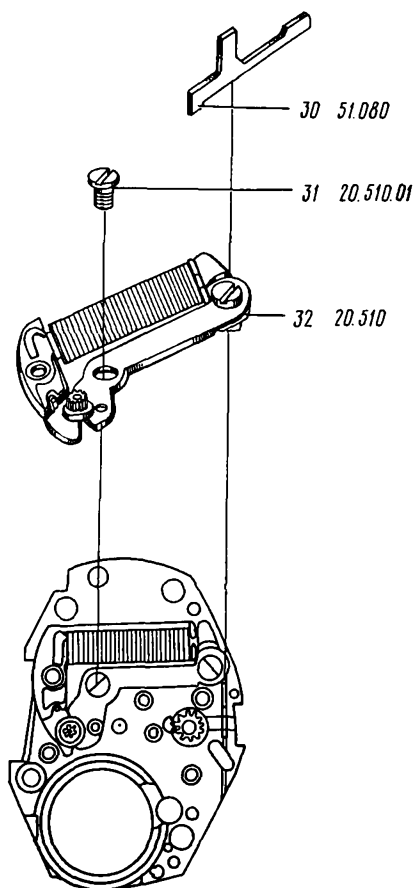

Рис. 73
32. Снять пластину 30 (рис. 73)